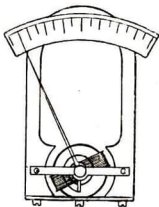

Abb. 363
**5. Das Drehspulengalvanometer** (Abb. 363) enthält genau so wie ein Elektromotor eine drehbare Drahtspule zwischen den Polen eines Hufeisenmagnets; nur wird hier die Drahtspule an der Dauerrotation durch eine Spiralfeder gehemmt.